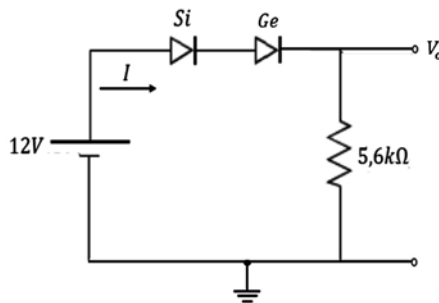

Figura 2.37 Circuito DC con diodos. Fuente: Elaboración propia
- a) En el circuito de la figura 2.37, se pide hallar V_o , I .